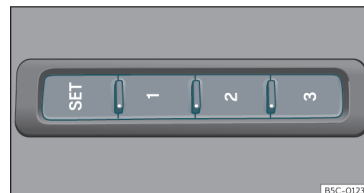

Fig. 100 Sul lato esterno del sedile del conducente: tasti di memoria.
- Premere il tasto **SET** per più di 1 secondo >>> **fig. 100**.
- Tenere premuto il tasto **SET** >>> **fig. 100**.